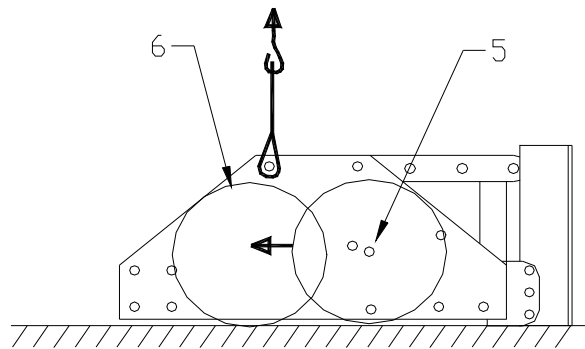

Fig. 2.
4. Læg maskinen vandret på et jævnt underlag. Se fig. 2.